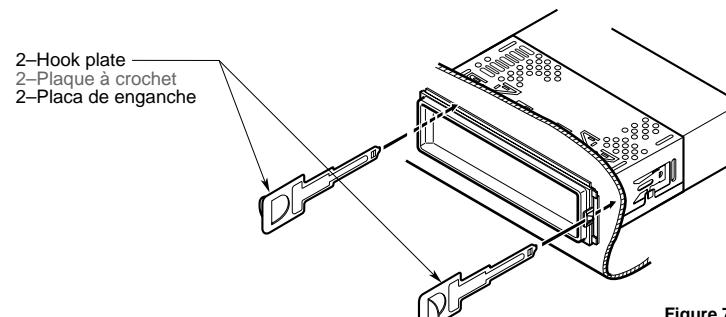

Figure 7 / Figure 7 / Figura 7
- Insert and lock the hook plates. (Figure 7)
- Insérer et verrouiller les plaques à crochet. (Figure 7)